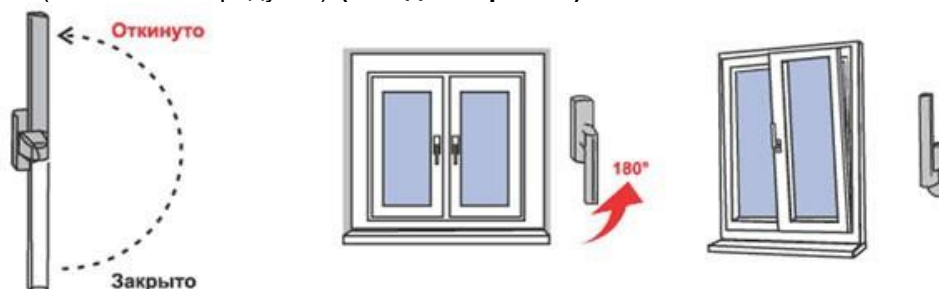

Рис.2
2. Для перевода створки из закрытого положение в откидное (поворот створки относительно нижней горизонтальной оси, положение «Откинута» на Рис.2) ручку поворачивают вертикально на 180 градусов вверх, затем, потянув за ручку, поворачивают створку относительно нижней горизонтальной оси на заданный изготовителем угол (не более 10 градусов) (**откидной режим**).
3. Для запираения створки из открытого или откидного положения ее сначала закрывают и, придерживая створку рукой, поворачивают ручку вертикально вниз (положение «Закрыто» на Рис. 2).